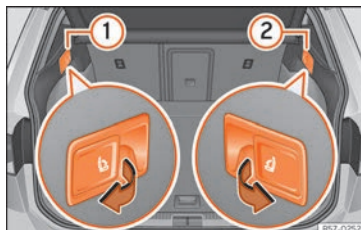

Fig. 162 En el maletero: palancas para desbloqueo a distancia de las partes izquierda (1) y derecha (2) del respaldo trasero.
- Tire de la palanca de desbloqueo a distancia de la parte izquierda » fig. 162 (1) o derecha (2) del respaldo en el sentido de la flecha. La parte desbloqueada del respaldo trasero se abate automáticamente hacia delante.